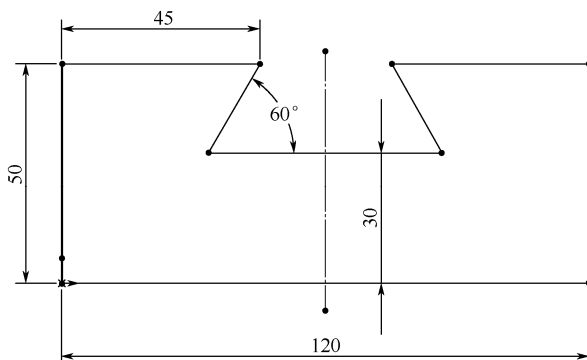

图 2-83 由直线组成的草图
(1) 由直线组成的草图如图 2-83 所示,草图中包含一条中心线和多条直线,草图是对称图形。在绘制草图时,先绘中心线,再绘制直线。